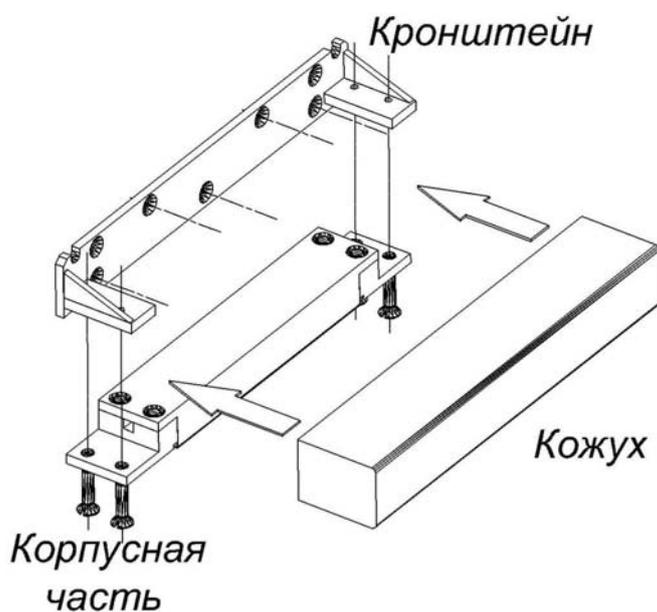

Рис. 2
- 6.1 Корпусная часть ЗАМКА крепится с помощью кронштейна к дверной раме, якорная часть замка с помощью аналогичного кронштейна к полотну двери. Кронштейны крепятся с помощью саморезов или винтов (не входят в комплект поставки). Кожух крепятся к кронштейнам штатными винтами одновременно с корпусом или якорем ЗАМКА. Схема показана на рис. 2, 3.